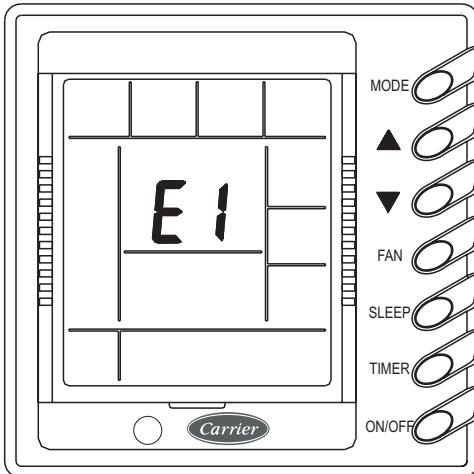

Fig. 6-VIII
7. Despliegue de Fallas (Fig.6-VIII)
normalmente se despliega la temperatura ambiental. En la Fig. 6-VIII se exemplifica una condición de falla en donde el compresor ha sido forzado a detenerse a raíz de una alta presión en su interior.